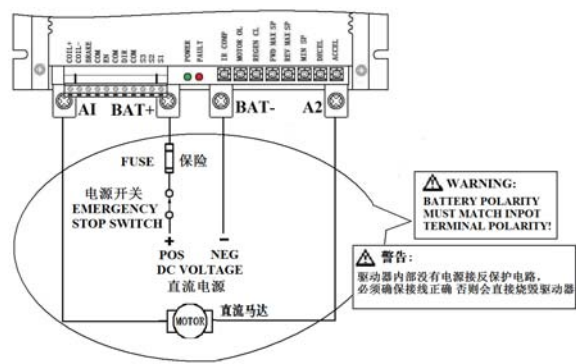

图 3
1、驱动器的电源输入端与电源（电瓶）之间，请务必加装一只快速熔断保险和电源应急总开关，以防必要时紧急断电。见图 3
连接直流电机到驱动器的 **A1**、 **A2** 请见图 3。